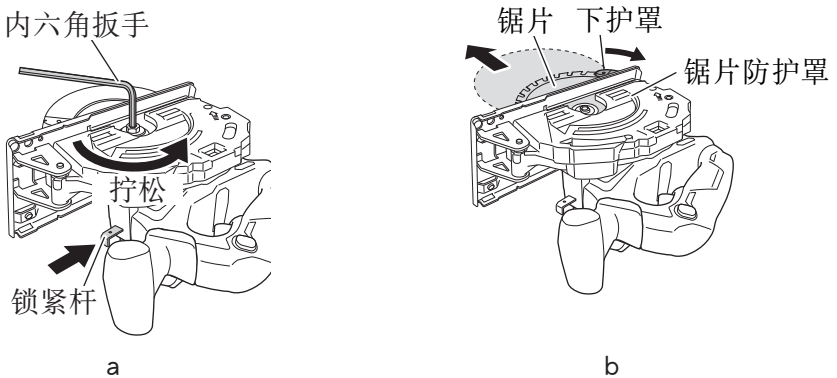

图14
- (2) 压下锁紧杆，锁住主轴，然后用内六角扳手拆下螺栓和垫圈(B)。(图14-a)
- (3) 握住下部防护罩末端以使下部防护罩完全缩回到锯盖内，并拆下锯片。(图14-b)